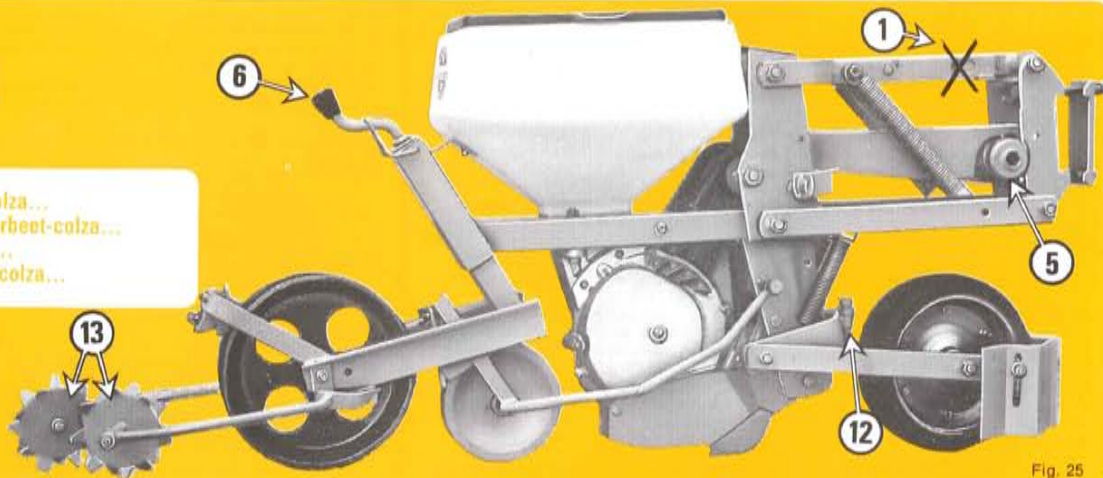
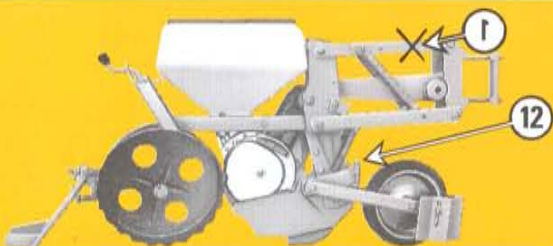

Fig. 25
Fig. 26
Équipement en option : bloc roue avant auto-nettoyante avec chasse-mottes (fig. 26) - Doubles disques avant (fig. 27) - Doubles disques avant plus 2 demi-roues auto-nettoyantes accolées (fig. 28) - Roues tasseuses inclinées auto-nettoyantes (fig. 29) - Roue tasseuse unique large auto-nettoyante (fig. 30) - Trémie 35 litres (fig. 32).
VERSION de base B type BETTERAVES (fig. 25)
- Sur version betteraves (fig. 25) et maïs avec roue avant (fig. 26-28) ce boulon doit être supprimé (le parallélogramme devient désarticulé).
Optional equipment : Self-cleaning front wheel assembly with clod remover (fig. 26) Front double disk (fig. 27) - front double disk plus self-cleaning front wheel assembly (fig. 28) - Self-cleaning « V » firming wheel (fig. 29) - flat self-cleaning firming wheel (fig. 30) - 35 liter hopper (fig. 32).
BASIC VERSION « B » : SUGAR BEET - MODEL (fig. 25)
- on the sugarbeet version (fig. 25) and also corn version (with front wheel without disk fig. 26) this screw must be taken away (the parallelogram is then disarticulated).
Sonderausrüstung : Vordere Farmflexandruckrolle mit Klutenträger (Abb. 26) - Doppelscheibenschär vorn (Abb. 27) - Doppelscheibenschär vorn plus vordere Andruckrolle mit Abstreifer Abb. 28 schräggestellt Farmflexreifen (Abb. 29) - Farmflexreifen (Abb. 30) - Saatgutbehälter 35 Liter (Abb. 32).
Grundausrüstung B Typ RÜBEN (Abb. 25)
- 2 Ausführung für Rüben (Abb. 25) und Maïs mit vorderer Andruckrolle (Abb. 26-28) - dieser Bolzen muß abmontiert werden (das Parallelogramm ist jetzt auf Tandemführung umgestellt).